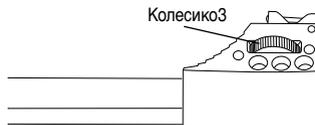

Рис.5
- если точка попадания ниже мишени , поверните колесико3 против часовой стрелки. (рис.5)